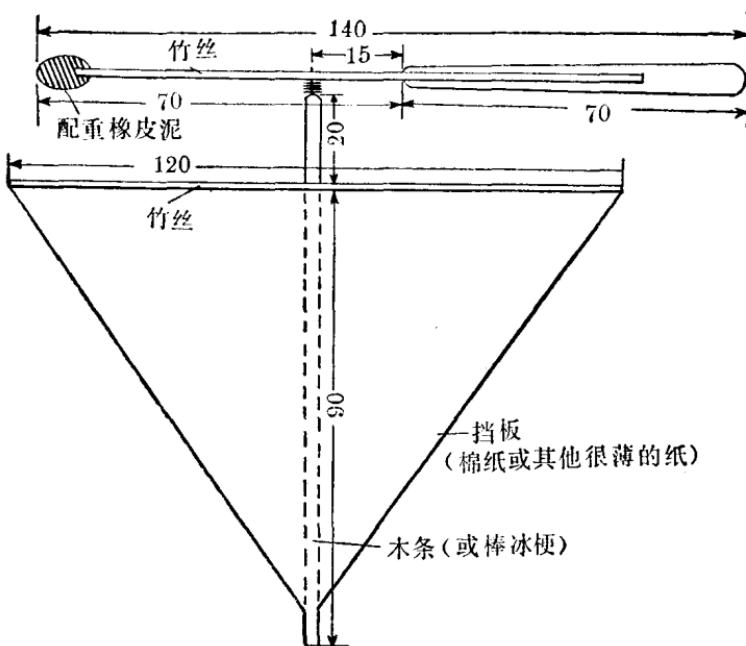

图 3
3. 挡板：把竹丝按图3所示的位置扎在机身上。在这竹丝的两端扎上两根细线，把这两根细线的另一端都扎在机身上，成一△形。在竹丝和细线上都涂上胶水，将棉纸粘在上面，等干后沿棉线和竹丝剪成一△形挡板（图3）。